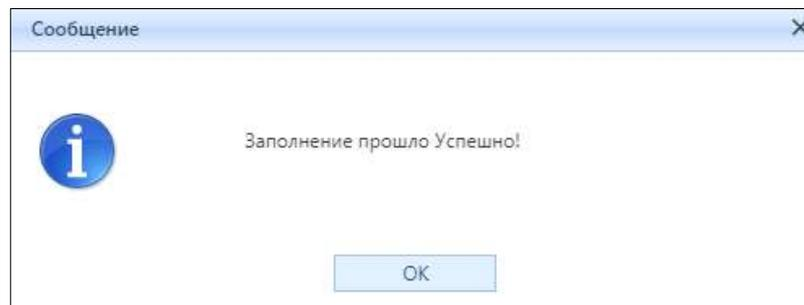

Рисунок 3.7.7 – Сообщение, оповещающее об окончании заполнения формы ввода
8. Дождитесь окончания загрузки исходных данных в форму ввода (рис. 3.7.7).